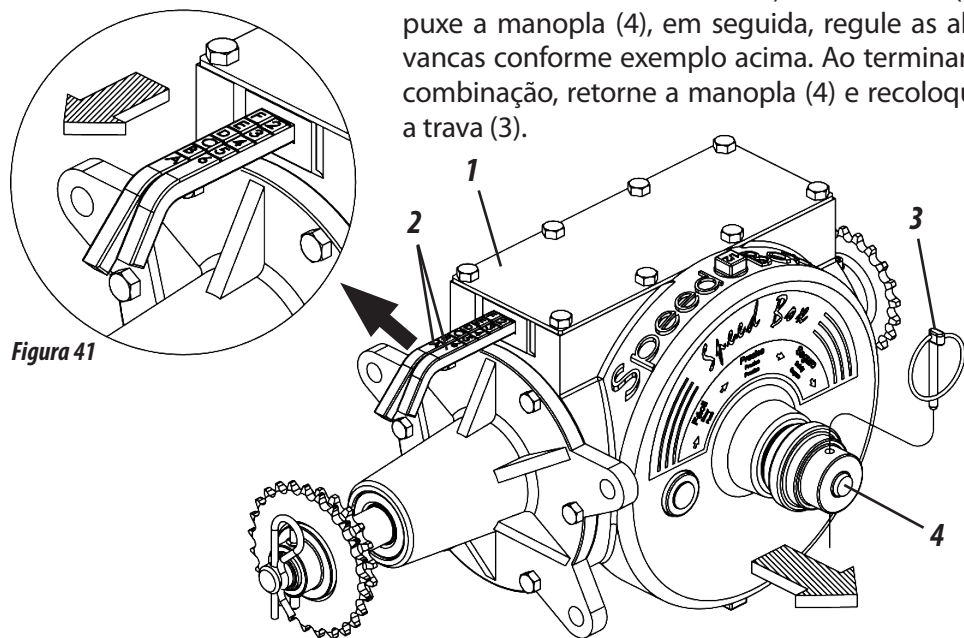

Figura 41
SPEED BOX (FIGURA 41)
- 1- Selecione a quantidade desejada nas tabelas e verifique a combinação correspondente nas alavancas (2). **Exemplo:** Posição **F2** na tabela, indica que a alavanca com letras deve estar na posição "**F**" e a alavanca com números deve estar na posição "**2**"; **conforme mostra a figura 41**
- 2- Para movimentar as alavancas, retire a trava (3), puxe a manopla (4), em seguida, regule as alavancas conforme exemplo acima. Ao terminar a combinação, retorne a manopla (4) e recoloca a trava (3).